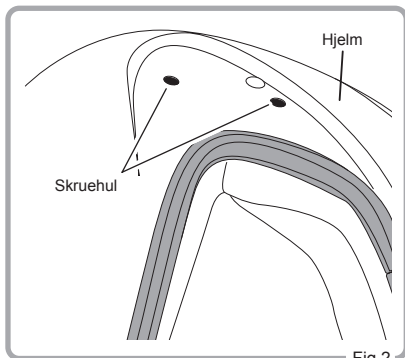

Fig.2
2. Anbring skærmhagen i det hule mellemrum på hjelmens side, og tilpas monteringshullet på skærmhagen med monteringshullet på hjelmen (Fig. 2).